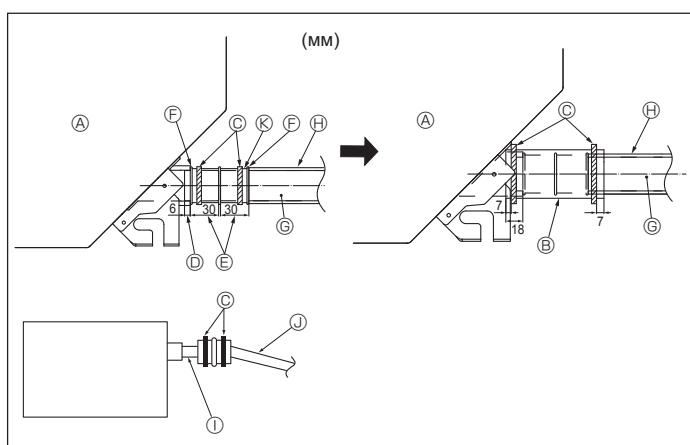

Fig. 3-2
- Подсоедините соединительную муфту для дренажа (входит в комплект поставки прибора) к дренажному порту. (Fig. 3-2) (Закрепите трубу с помощью клея ПХВ, а затем с помощью ленты.)